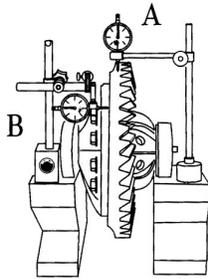

Figura 5
Após a montagem verificar a excentricidade (A) e a perpendicularidade (B). Tolerâncias máximas exigidas A=0,10mm B=0,05mm. (Conforme figura 5)